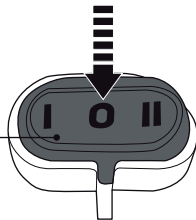

Fig. 22
- > Prima o interruptor On/off (1) para a posição O para desligar o produto (Fig. 22).